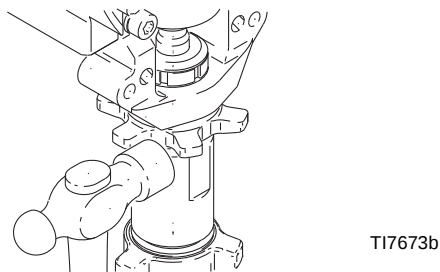

FIG. 17
6. FIG. 17. Solte a contraporca, batendo-lhe com um martelo de 567 g (20 oz) no máximo. Desaperte a bomba.